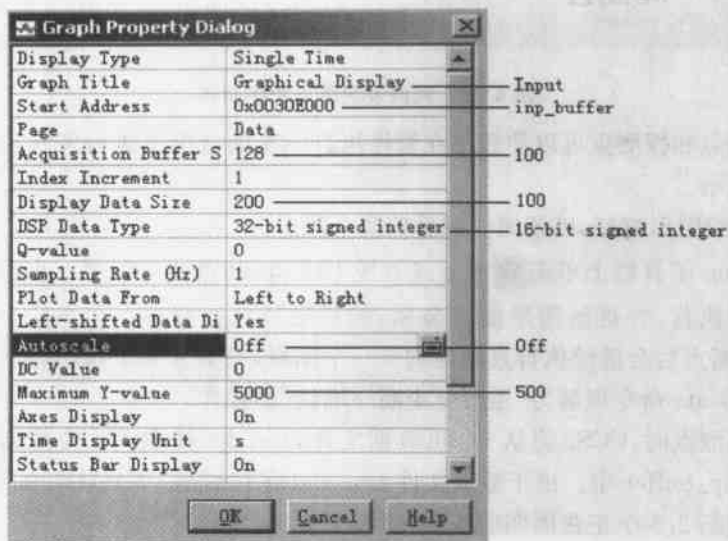

图 6.12 Graph Property 对话框
(1) 在 View 菜单中执行 Graph→Time/Frequency 命令,将弹出 Graph Property 对话框,如图 6.12 所示。
(2) 在图 6.12 中,更改图形显示的标题、起始地址、采集缓冲区大小、显示数据大小、DSP 数据类型、自动伸缩属性以及最大的 Y 值等。
(3) 单击 OK 按钮,将出现一个显示 `inp_buffer` 波形的图形窗口。
(4) 在图形窗口中右击,从弹出的菜单中选择 `Clear Display`,清除已有的图形。
(5) 再次以同样的方法打开一个 `Graph Property` 对话框,将 `Graph Title` 改为 `Output`,开始地址改为 `out_buffer`,其他设置不变。
(6) 同样在图形窗口中右击,从弹出的菜单中选择 `Clear Display`,清除已有的图形。